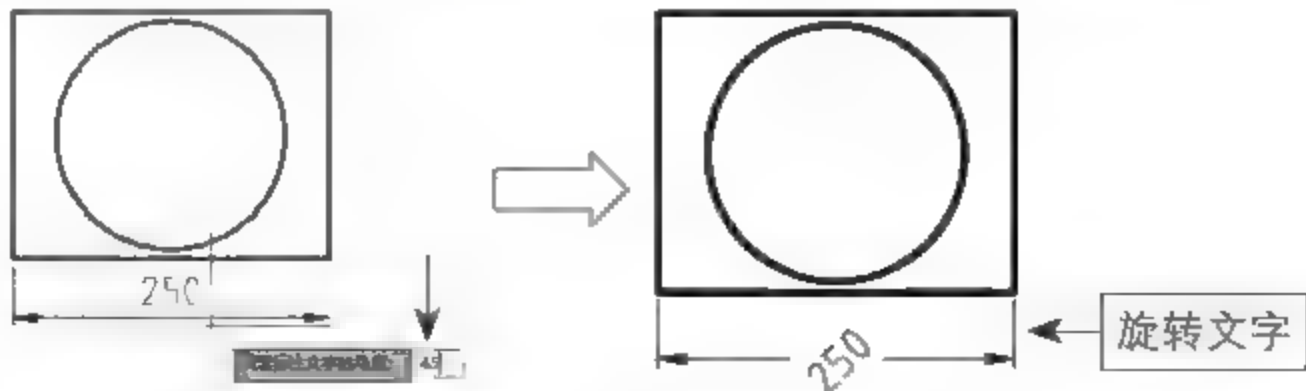

图5-132 旋转标注文字
- 旋转(R)：选择该选项后，命令行提示【指定标注文字的角度】，此时，输入文字旋转角度后，单击要修改的文字对象，即可完成文字的旋转，如图5-132所示。